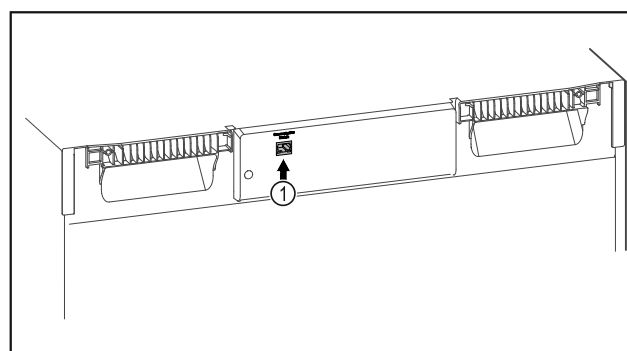

Fig. 85
- SmartModule Fig. 85 (1) ist eingesetzt.